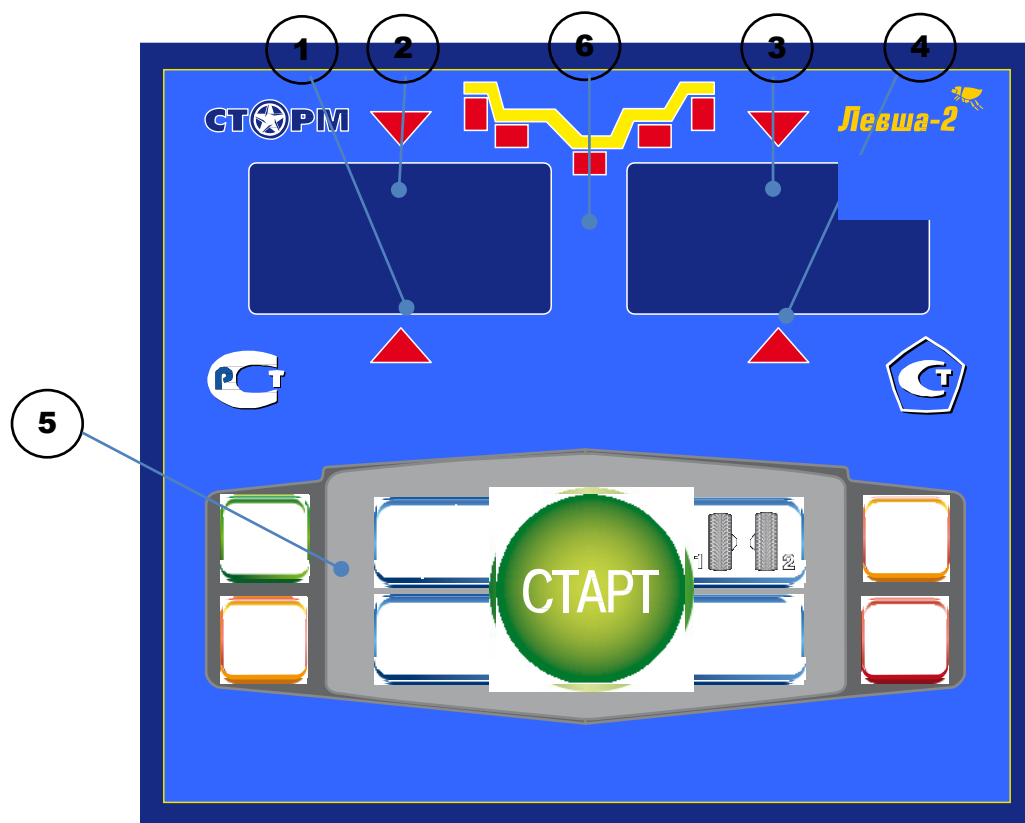

рис.8.1.
8.1. Общий вид лицевой панели показан на рис. 8.1.
При выдвижении штанги на индикаторах 1 (рис. 8.1) отображается значение параметра "А". Значение параметра "d" отображается на индикаторах 4.
Для ввода ширины нажмите кнопку "+" или "-" на индикаторах 1 (рис. 8.1) высветится "-b-", а на индикаторах 4 значение ширины диска. Через 2-3 сек после установки ширины индикаторы в режим отображения текущего дисбаланса.
Дважды нажать кнопку "A, d, b", после чего на индикаторах 1 (рис. 8.1) загорается символ "А", а на индикаторах 4 исходная величина дистанции. Нажимая кнопки "-" и "+" установить на индикаторах 4 требуемую величину дистанции. Через 2-3 сек после установки дистанции показания на индикаторах 1 и 4 возвращаются к отображению текущего дисбаланса, а кнопки "-" и "+" возвращаются в режим ввода ширины обода.
11.1.Переключение схем ALU1-ALU5 осуществляется последовательным нажатием кнопки "ALU" при этом схема установки грузов отображается загоранием соответствующих светодиодов 6 (рис.8.1), кроме того, на индикаторах 1 отображаются символы ALU, а на индикаторах 4 номер 1-5. Через 2-3 сек. после установки требуемой программы ALU индикаторы 1-4 переходят в режим отображения дисбаланса.
Эта функция обеспечивается тем, что каждый раз при вводе новых геометрических параметров и установке требуемой программы ALU, предыдущее состояние запоминается. Для перехода от одного набора параметров к другому необходимо нажать кнопку "1-2". Визуальный контроль того, какие параметры установлены в данный момент, осуществляется нажатием "A,d,b" на индикаторах 4 (рис.8.1) будут последовательно отображены, установленные в данный момент диаметр и ширина обода и дистанция.
14.1. При включении тумблера питания СБ на индикаторах 1 (рис. 8.1) высвечивается трёхзначное число -номер версии программного обеспечения. Через 2-3 сек на индикаторах 1 и 4 должны загореться нули, кроме того должны загореться светодиоды 6, что свидетельствует о включении режима стандартной балансировки с установкой на обеих плоскостях коррекции грузиков на пружинках. На светодиодах 2 и 3 (рис. 8.1) должны загореться оба светодиода.
14.2. При включении СБ программа измерения дисбаланса настраивается таким образом, что дисбаланс менее 8 г (заводская установка) на любой плоскости коррекции не показывается, в этом случае на индикаторах 1 и 4 (рис. 8.1) высвечиваются "0". Минимальный дисбаланс отображающийся на индикаторах 1 и 4 равен 8г. Дисбаланс, превышающий 8г, округляется до величины кратной 5, т. е. дисбаланс 9, 10, 11 и 12 г отображается цифрой 10, дисбаланс 13, 14,15, 16 и 17 г - цифрой 15 и т. д. Для просмотра неокруглённого значения дисбаланса или дисбаланса менее 8г. необходимо нажать кнопку "<", при этом на индикаторах 1 и 4 на 2-3 сек высвечиваются фактические значения дисбаланса, определённые в данном запуске.
14.5.1. Поднимите защитный кожух. Вручную поворачивайте колесо в направлении, которое показывают светодиоды 2 и 3 (рис. 8.1.) до тех пор, пока не загорятся оба светодиода и начнут мигать вместе с значением массы корректирующих грузов.
15.2.1. Войти в программу калибровки СБ, для чего нажать и удерживать кнопку "С". На индикаторах 1 и 4 (рис.8.1), появятся мигающие символы "CAL". После звукового сигнала символы "CAL" загораются постоянно.